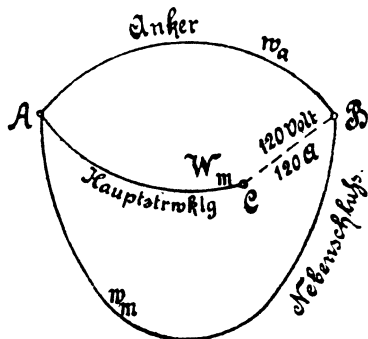

Fig. 81.
- der Widerstand der Hauptstromwicklung A C (Fig. 81),
Zu b): Durch die Hauptstromwicklung AC (Fig. 81) fließen 120 A, also ist